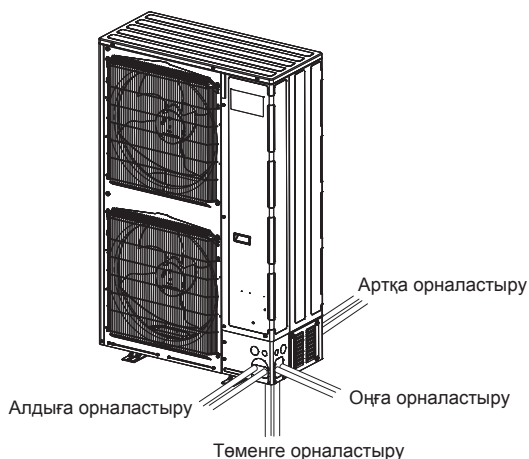

Fig. 4-11
- 3 Алдыңғы қақағы мен артқы қақағын құбыр өтетін бағыттардың әрқайсысына сәйкес келетіндей етіп тіркеңіз. (Fig. 4-11)
- Құбыр жүйесін құбыр қақағын пайдаланып тартқан кезде ойыққа қарай құбыр қақағында саңылау кесіп(⊗) немесе ⊙), құбырларды ораңыз. (Fig. 4-11)